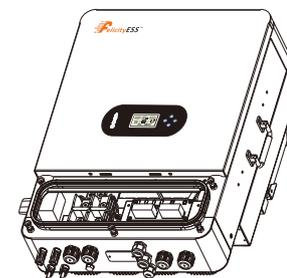

Figure 4.6-1 Interface DRMS
Étape 1 : Dévissez ce couvercle de l'onduleur. Voir la figure 4.6-1.